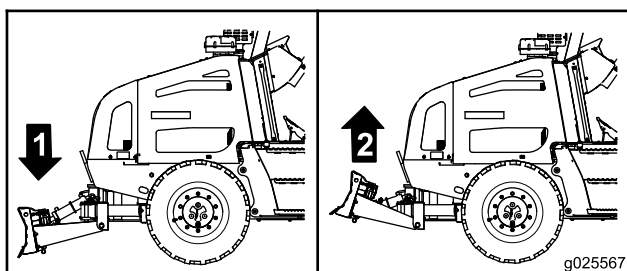

Bild 50
- Absenken des Planierschilds: Bewegen Sie den Joystick nach vorne (Bild 50).
- Anheben des Planierschilds: Bewegen Sie den Joystick nach hinten (Bild 50).